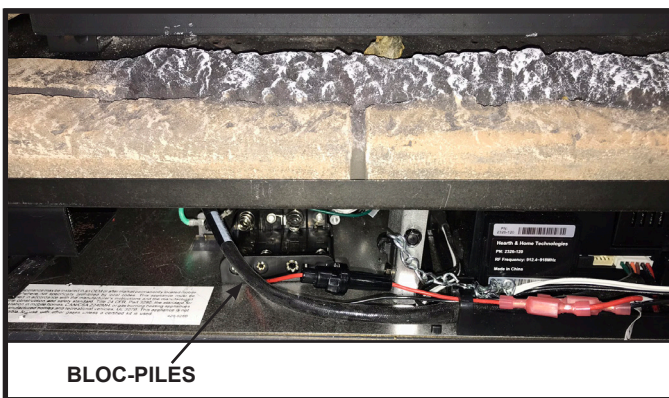

Figure 3.8 Bloc-piles installé
REMARQUE : Le bloc-piles peut avoir été installé précédemment lors de l'installation de l'appareil, comme le montre la figure 3.8.
1. Le module de commande électronique (IFT-ECM) possède un interrupteur de sélection à trois positions ON/OFF/REMOTE qui doit être réglé pour un bon fonctionnement. Voir la figure 3.8. Lorsque vous changez la position, il est important de faire une pause de 1 à 2 secondes dans chaque position.